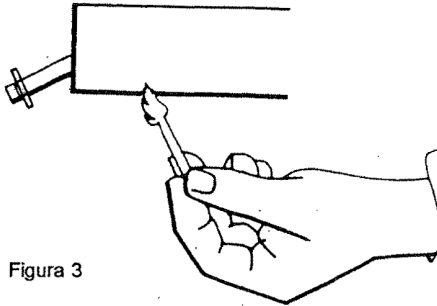

Figura 3
3. Encienda el fósforo y colóquelo bajo el carreta que se ve a través del recubrimiento. (Figura 3)